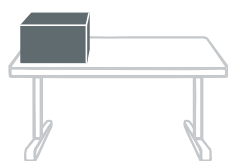

Fig. 1
- * Lorsque 2 colonnes CLK3 sont intégrées dans un bureau réglable avec un boîtier de contrôle BC11D, la capacité de levage maximale est de 600 N lorsque la charge est placée d'un côté (Fig. 1), et de 1200 N lorsque la charge est centrée (Fig. 2).